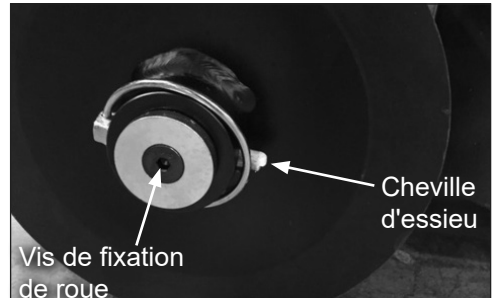

FIG. 13
5. Désengager puis retirer la cheville d'essieu (Figure 13).
6. Retirer la vis de fixation de la roue à l'aide d'une clé hexagonale de 5 mm (5/16 po), (Figure 13).